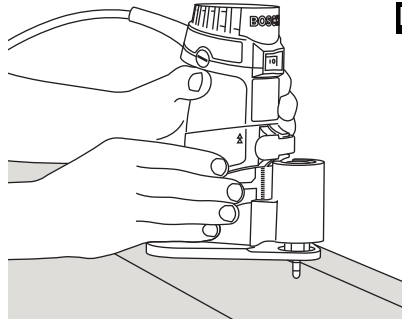

FIG. 23
L'embase excentrée PR004 a été conçue pour le touillage dans des emplacements restreints, particulièrement pour le dégrossissage des stratifiés dans des endroits inaccessibles par une embase fixe standard, tout spécialement les endroits à proximité de surfaces verticales adjacentes, telles que les dessus de dossier de comptoirs déjà installés (Fig. 23).
1. Il faut saisir la toupie excentrée en saisissant d'une main la zone de préhension sur le moteur et en saisissant de l'autre l'arrière du boîtier du moteur (Fig. 23) ou en saisissant le dessus de la broche excentrée.